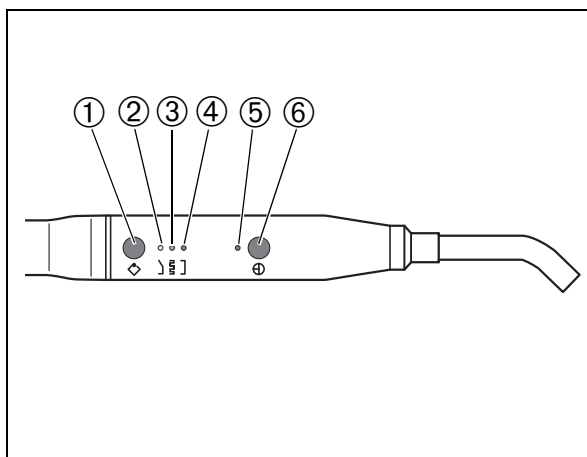

Abb. 35
Durch Drücken der Funktionstaste ① (Abb. 35) können Sie die verschiedenen Betriebsarten vorwählen.
Die Auswahl erfolgt durch Betätigen der Funktionstaste. Die Lampe leuchtet nach Betätigen des Ein-/Aus-Schalters 10 Sekunden. Die rote Anzeige ④ (Abb. 35) zeigt ihre Wahl an.
Die Auswahl erfolgt durch Betätigen der Funktionstaste. In diesem Modus leuchtet die Lampe mit voller Leistung und sendet die Strahlung in 10 aufeinanderfolgenden Lichtintervallen von 250 ms aus. Die orangefarbene Anzeige ③ (Abb. 35) zeigt ihre Wahl an.
Die Auswahl erfolgt durch Betätigen der Funktionstaste. Die gelbe Anzeige ② (Abb. 35) zeigt ihre Wahl an.